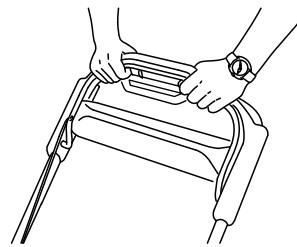

Figure 23
- Maintenez la barre de commande des lames contre le guidon (Figure 23).